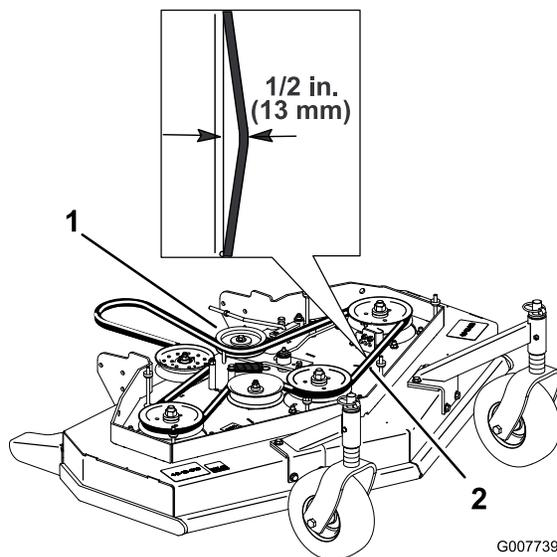

Figure 7
4. Déposez la poulie de tension et la courroie usagée (Figure 7).
Remarque: La tension de la courroie est correcte quand elle est comprise entre 44 et 67 N, avec une flèche de 13 mm à mi-chemin entre les poulies (Figure 7).